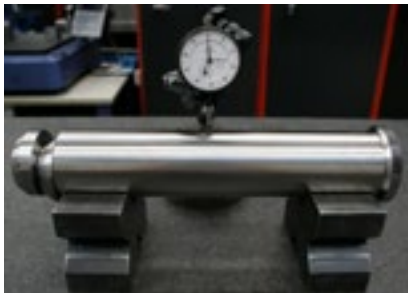

Fig.6
5.3 In caso di cedimenti improvvisi di funi / catene di sollevamento con conseguente sovraccarico su staffe e perni di sollevamento, sottoporre questi a controllo di cilindricità (vedi **Fig.6**) per verificare eventuali deformazioni, permanententi; nel caso di errori superiori a 0.25 mm sostituire i perni interessati; sostituire le viti di fissaggio e verificare la corretta chiusura secondo la tabella riportata nel manuale.
5.4 In caso di urti accidentali nelle zone di imbracatura durante le operazioni di sollevamento, movimentazione o ribaltamento, sottoporre i perni di sollevamento a controllo di cilindricità per verificare eventuali deformazioni; nel caso di errori superiori a 0.25 mm (vedi **Fig.6**) sostituire i perni interessati; sottoporre le staffe di sollevamento a controllo visivo per verificare eventuali deformazioni e nel caso sostituirle; sostituire le viti di fissaggio e verificare la corretta chiusura secondo la tabella riportata nel manuale.